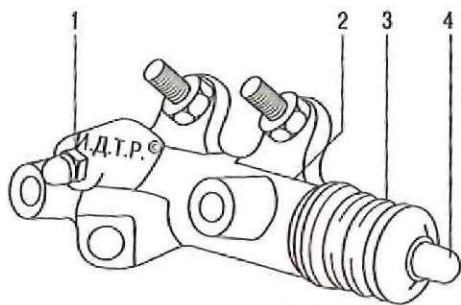

Рис. 6.8. Рабочий цилиндр привода выключения сцепления: 1 – клапан для удаления воздуха; 2 – корпус; 3 – защитный колпачок; 4 – шток
2. Снимите защитный колпачок с клапана для удаления воздуха 1 (рис. 6.8) рабочего цилиндра сцепления.